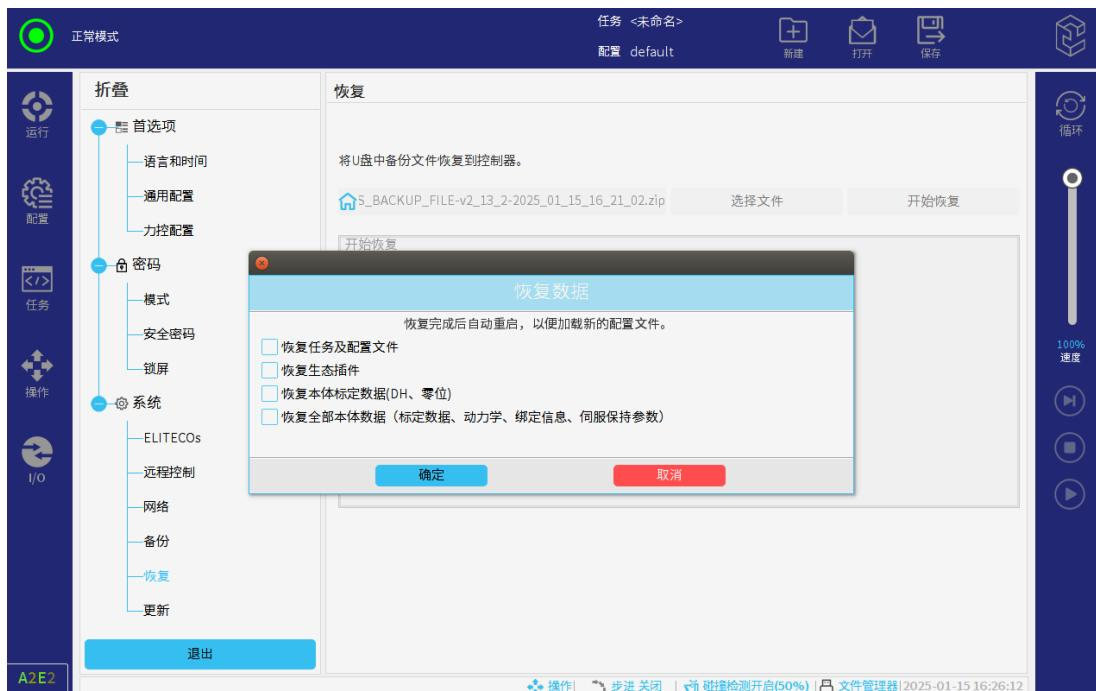

图 3-23: 恢复数据选项
“恢复”功能界面下，用户可根据需求灵活选择所需恢复的具体数据，将U盘下的文件恢复到系统中。可选的恢复数据项目如图3-23所示。
5. 在弹出的页面（见图 3-23）中选择所需恢复的数据，点击“确定”。
(6) 更新